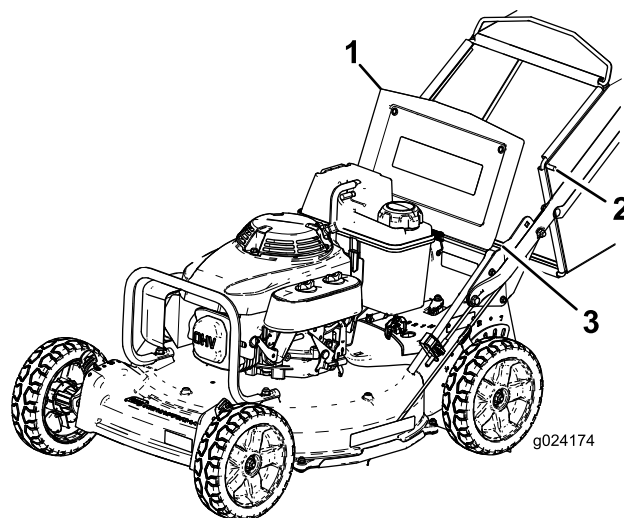

Figura 21
2. Levante y sujete la puerta trasera (Figura 21).
4. Inserte los extremos de la varilla de la bolsa en las muescas de la base del manillar, y mueva la bolsa hacia adelante y hacia atrás para verificar que los extremos de la varilla están asentados en el fondo de cada muesca (Figura 21).
3. Retire la varilla de la bolsa de recogida de las muescas de la base del manillar (Figura 21).